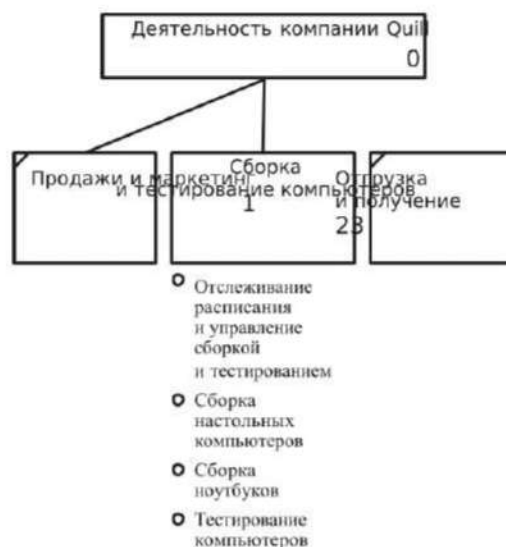

Рис. 4.3. Диаграмма дерева узлов
- Щелкните по Finish (Готово). Создается диаграмма дерева узлов. Результат можно посмотреть на рис. 4.3.